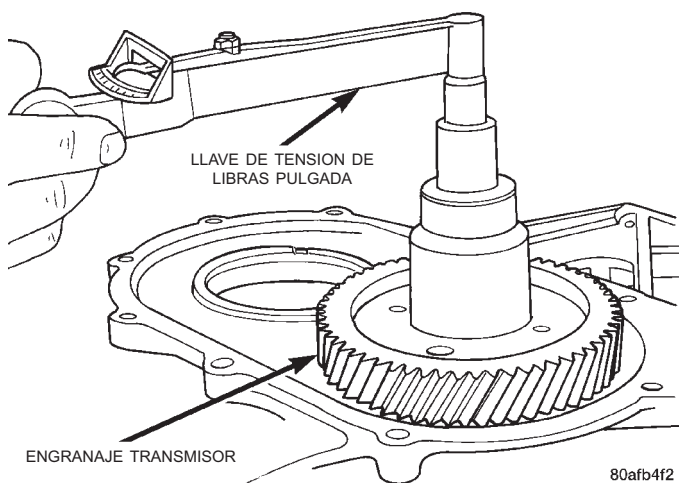

Fig. 245 Verificación del par de rotación de los cojinetes del engranaje transmisor
(10) Con una llave de tensión de lbs. pulg., verifique la torsión (Fig. 245). La torsión debe estar entre 0,34 y 0,90 N·m (3 y 8 lbs. pulg.).